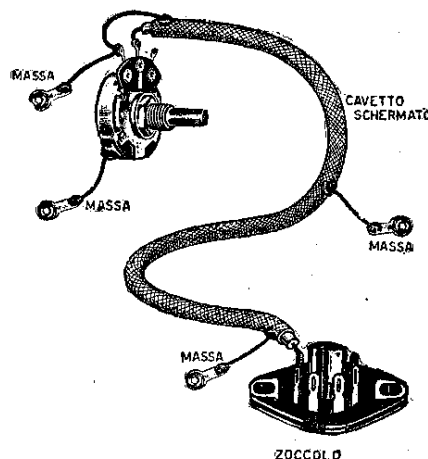

Fig. 48
- 101** Controllare che la calza metallica del cavetto schermato, collegantesi al potenziometro, non risulti staccata da massa (fig. 48).
- 144** La calza metallica del cavetto schermato di BF non è saldata a massa. Provvedere quindi a collegarla in più punti al telaio metallico (vedi fig. 48).